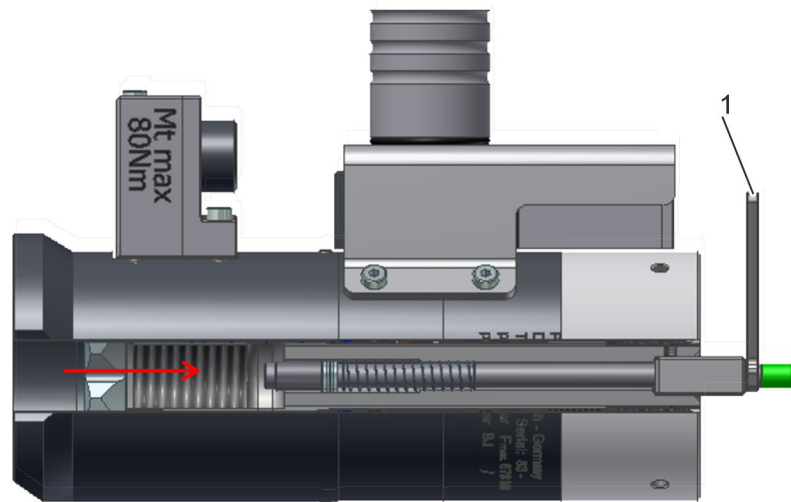

Fig. 18 : enfoncement de la tige de mesure
6. ➤ Enfoncer la tige de mesure jusqu'à pouvoir positionner la clé à fourche (6 mm) (Fig. 18 /1) sur le méplat prévu à cet effet sur la tige.